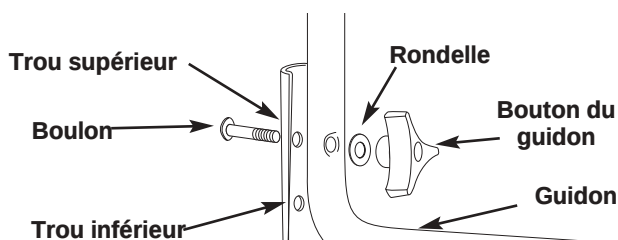

Fig. 2
1. Vous pouvez ajuster la hauteur des poignées en retirant les boutons et les boulons de fixation et en les remplaçant dans les trous supérieurs ou inférieurs du guidon (Fig. 2).